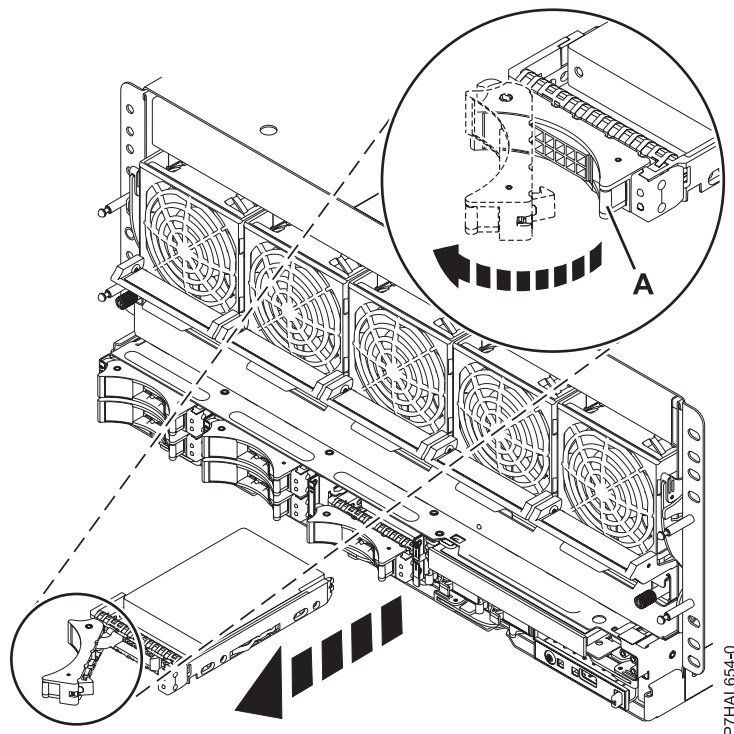

Figura 25. Extracció d'una unitat de disc del sistema
1. Desbloqueu la nansa de la unitat fent pressió i estirant-la cap a vosaltres, tal com es mostra a la Figura 25 a la pàgina 41.